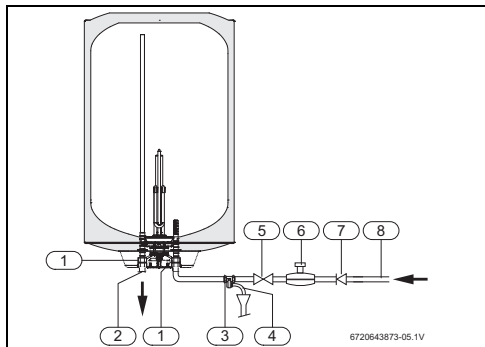

Рис. 8 Подключение воды
Для предотвращения неисправностей, вызванных неожиданными колебаниями давления в водопроводной сети, рекомендуется перед бойлером установить обратный клапан (→ рис. 8, [7]).
- ▶ Установите предохранительный клапан на подводе холодной воды к бойлеру (→ рис. 8).
Если давление воды превышает 80% от максимально допустимого давления бойлера (6,4 бар), то установите редукционный клапан (→ рис. 8). При повышении давления в бойлере более 6,4 бар срабатывает предохранительный клапан. Вода, вытекающая из клапана, должна отводиться.